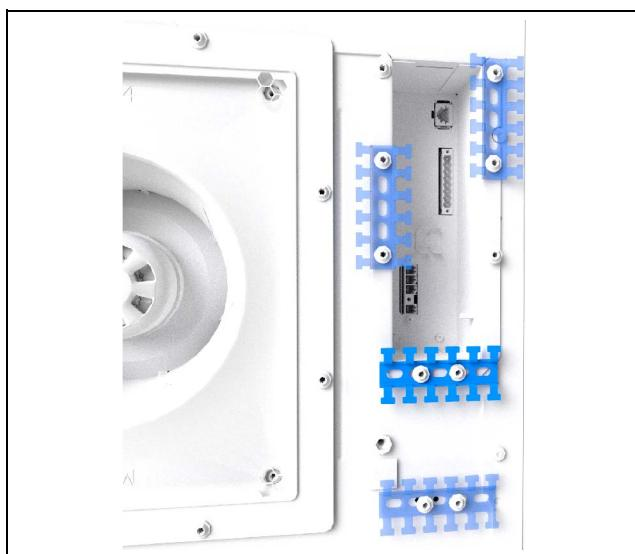

Fig. 19 : montage du rail en T (exemple de représentation)
- Le blindage du câble peut être raccordé au rail en T (fig. 19).